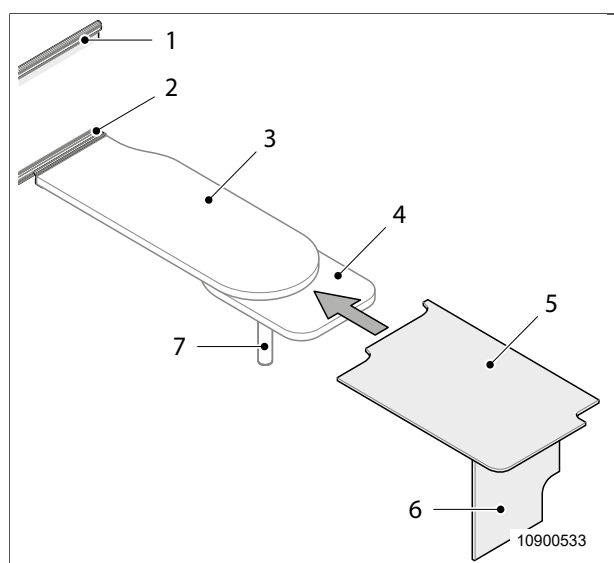

Fig. 29 Trasformare la dinette in un letto per ospiti 1
4. Sollevare il piano del tavolo (Fig. 29, pos. 3) verso destra e sganciarlo dal binario guida superiore (Fig. 29, pos. 1).
5. Rimuovere la parte inferiore della gamba del tavolo (Fig. 29, pos. 7).
6. Agganciare il piano del tavolo in posizione sollevata verso destra nel binario guida inferiore (Fig. 29, pos. 2).
8. Ruotare il piano del tavolo orientabile (Fig. 29, pos. 4).
9. Aprire ribaltando la tavola di supporto (Fig. 29, pos. 6) dal sottotelaio (Fig. 29, pos. 5).
10. Posizionare il telaio di base (Fig. 29, pos. 5) sul piano del tavolo orientabile (Fig. 29, pos. 4).